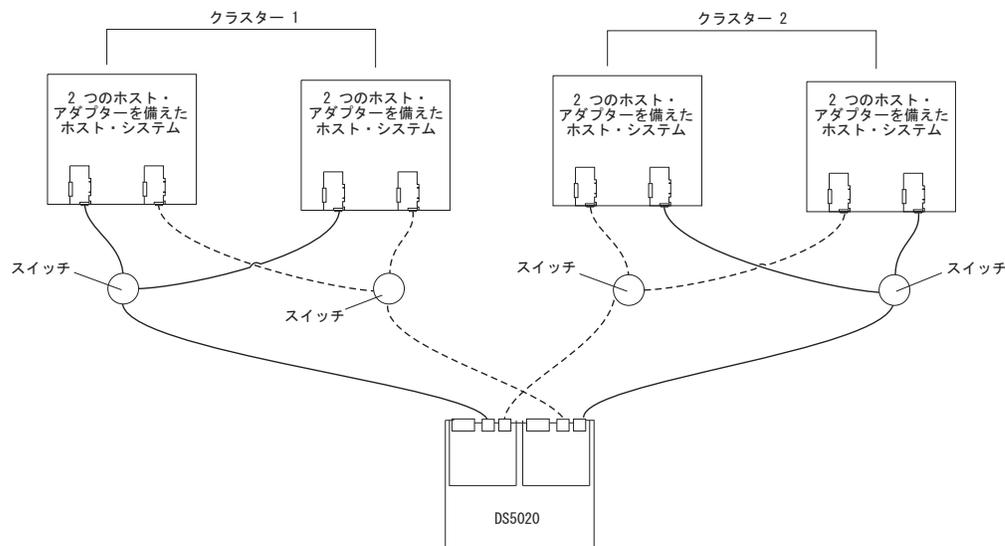

図 60. 2 クラスタ構成の例
- 2 つのクラスター (101 ページの図 60)
101 ページの図 60 に、2 クラスター構成の例を示します。